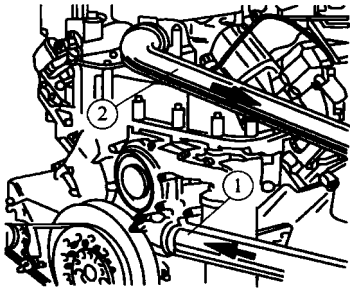

图 1-6 冷却液加注和冷却系统排气
2) 冷却系统加注和排气。连接散热器和柴油机进水管 1 和出水管 2，如图 1-6 所示，然后加注冷却液，起动柴油机并运行至正常工作温度，即节温器打开(管 2 变热)，此时检查冷却系统中液位，如必要则补充加满。